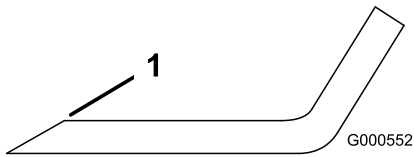
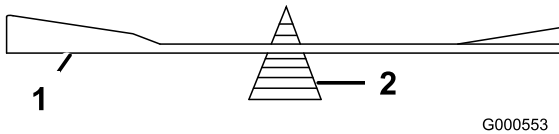

Figure 36
Figure 37
1. Au moyen d'une lime, aiguissez les tranchants aux deux extrémités de la lame (Figure 36) en veillant à conserver l'angle de coupe d'origine.
2. Vérifiez l'équilibre de la lame en la plaçant sur un équilibreur (Figure 37). Si la lame reste horizontale, elle est équilibrée et peut être utilisée. Si la lame est déséquilibrée, limez un peu l'extrémité de la partie incurvée seulement (Figure 36). Répétez la procédure jusqu'à ce que la lame soit équilibrée.